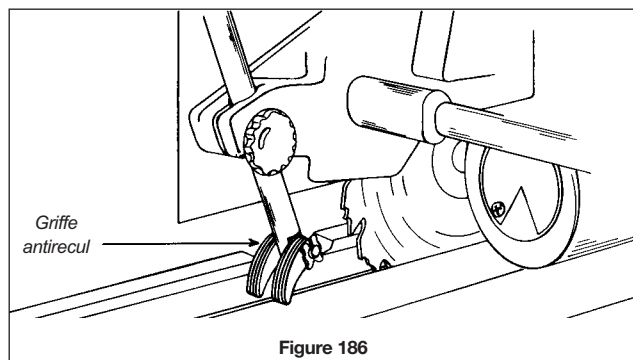

Figure 186
- Réglez la griffe antirecul (figure 186) à 0,3 cm sous la surface du matériau à scier.